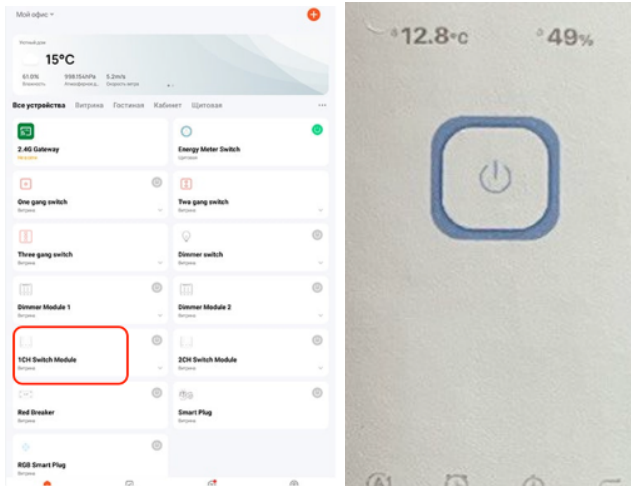

Рис. 15 Интерфейс приложения EWellink
- Чтобы войти в полный интерфейс функциональной работы устройства, нажмите, как показано на Рис. 15 ниже.